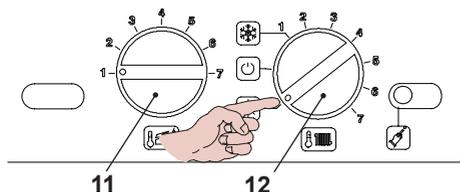

Рис. 2.5
- Поверните переключатель 12, как показано на рисунке Рис. 2.5.